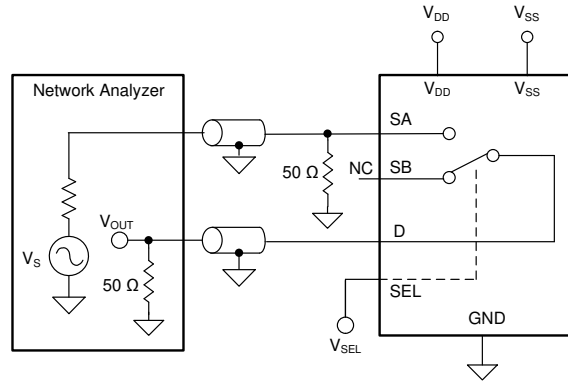

图 7-9. 关断隔离测量设置
关断隔离定义为当向关断通道的源极引脚 (SA 或 SB) 施加 $1V_{RMS}$ 信号时，TMUX6119 的漏极引脚 (D) 上的电压。图 7-9 显示了用于测量关断隔离的设置。使用方程式 2 计算隔离。